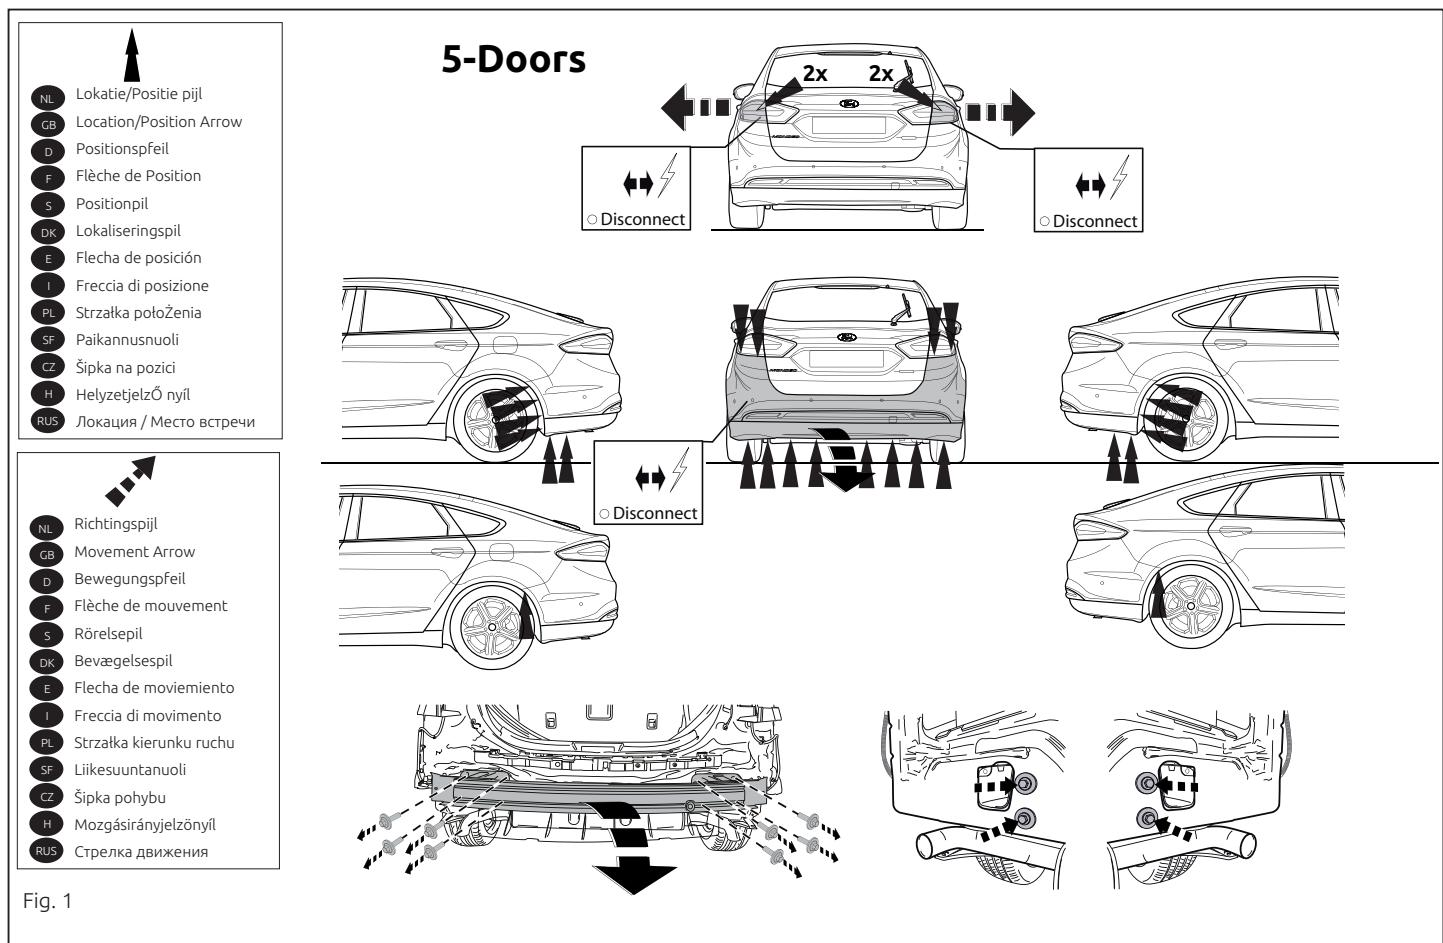

Fig. 1
1. Die Stoßstange einschließlich des stählernen Stoßbalkens vom Fahrzeug abmontieren. Der Stoßbalken wird nicht mehr benötigt. Schrauben und Muttern wieder anbringen. Siehe Abbildung 1, 1a.
1. Verser une sera plus utilisée. Remettre les bouloons et écrous de fixation en place. Voir la figure 1, la.
plads igen. Se fig. 1, 1a.